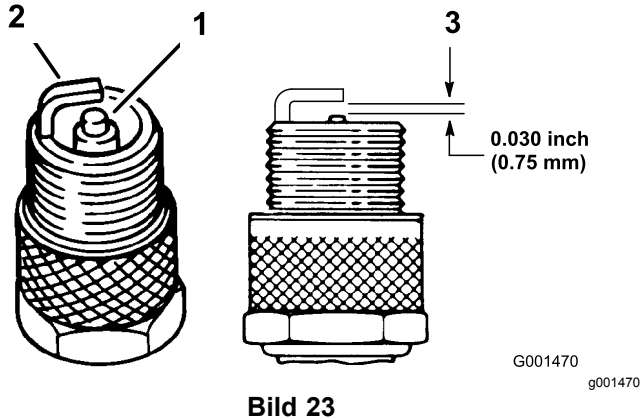

Bild 23
1. Sehen Sie sich die Mitte der Zündkerzen an (Bild 23). Wenn der Kerzenstein hellbraun oder grau ist, ist der Motor richtig eingestellt. Eine schwarze Schicht am Kerzenstein weist normalerweise auf einen schmutzigen Luftfilter hin.
2. Prüfen Sie den Abstand zwischen den mittleren und seitlichen Elektroden (Bild 23). Verbiegen Sie die seitliche Elektrode (Bild 23), wenn der Abstand nicht stimmt.
3. Schließen Sie den Zündkerzenstecker an die Zündkerzen an (Bild 23).